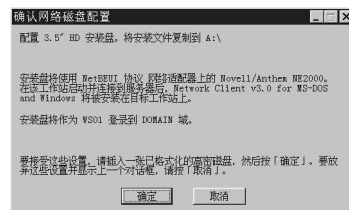

图16 “确认网络磁盘配置”窗口
6. 接下来会弹出“确认网络磁盘配置”窗口，在此检查好各项配置后，再按“确定”(图16)。